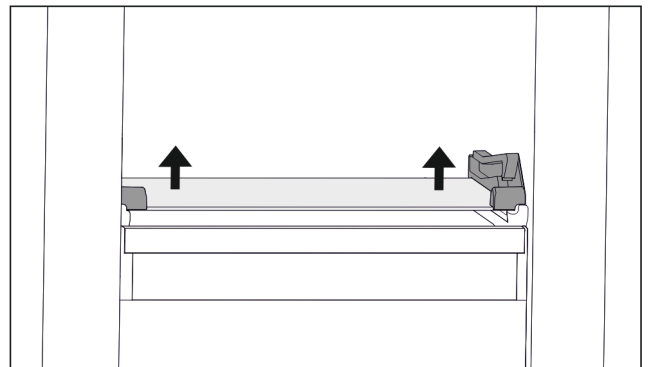

Fig. 63 Скляна пластина відкидного висувного ящика
- ▶ Скляну пластину натиснути з обох боків знизу вгору. (див. Fig. 63)